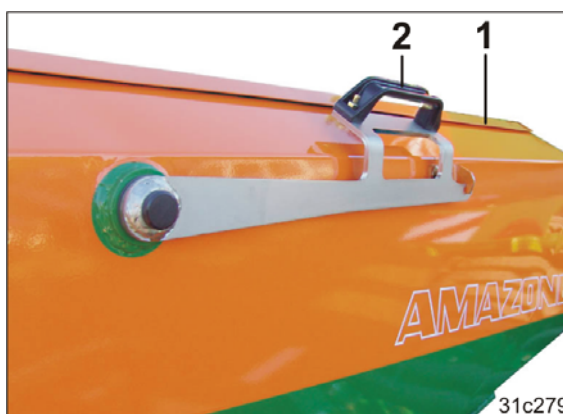

Рис. 227
4. Откройте крышку (Рис. 227/1) бункера.
- 4.1 Разблокируйте рычаг (Рис. 227/2).
- 4.2 Откройте крышку (Рис. 227/1) с помощью рычага.